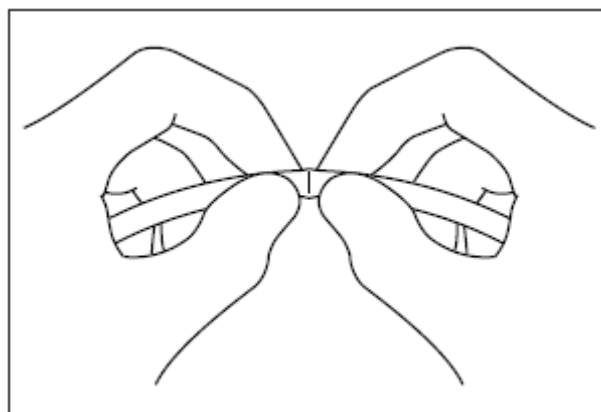

Рис. 13
1. Возьмите сваренную трубку пальцами так, чтобы плоская сторона сварки была обращена вверх. Вскройте шов сдавливая или скатывая трубку до тех пор, пока не будет открыт тракт жидкости (смотрите рис. 13).